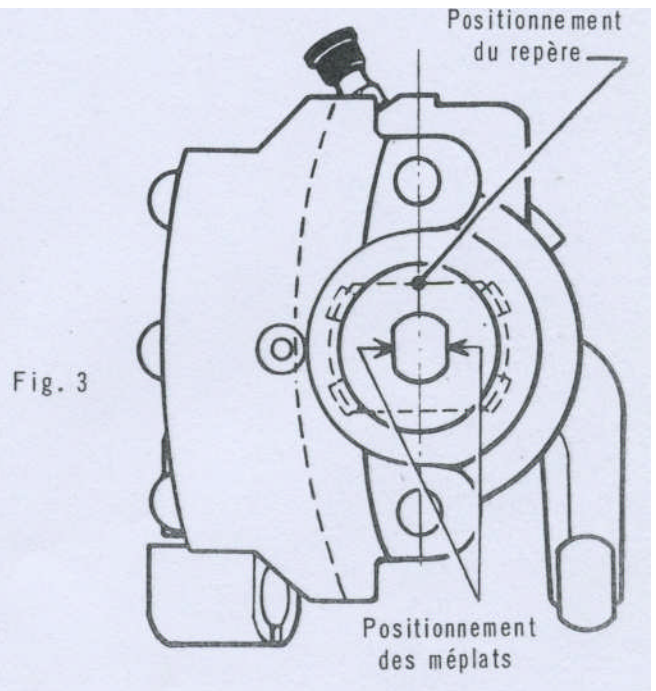

Fig. 3
- 9)- Dévisser (en tournant dans le sens contraire des aiguilles d'une montre) le piston 2 avec une clé plate de 10 mm en le prenant par les deux méplats fraisés sur le plot formant tête de piston (voir Fig. 3).
25)- Positionner les méplats du plot de piston et le repère de positionnement suivant (Fig. 3). Ceci est très important pour permettre la purge correcte de l'étrier et le montage des garnitures.